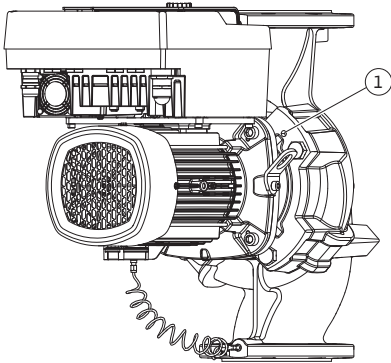
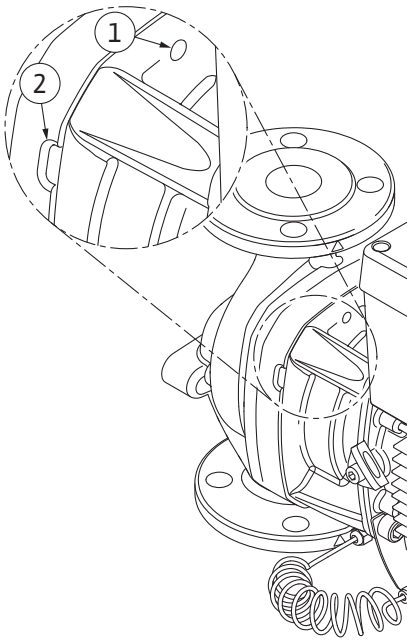

Fig. 103: Виштовхування вставного модуля через різьбові отвори
Fig. 104: Різьбові отвори та прорізи для виштовхування вставного модуля з корпусу насоса
12. Для типу насоса (Fig. III, IV) відкрутити гвинти поз. 29. Використовувати два сусідні різьбові отвори (Fig. 103, поз. 1) і відповідні гвинти, надані на місці встановлення (наприклад, M10x25 мм). Виштовхнути вставний модуль із корпусу насоса. Для типу насоса (Fig. I і Fig. II) використовувати два різьбові отвори M10 (див. Fig. 104) і відповідні гвинти, надані на місці встановлення (наприклад, M10x20 мм). Для виштовхування також можна використовувати прорізи (Fig. 104, поз. 2). Для цього вставити туди, наприклад, дві викрутки й використати їх як важіль. Пройшовши 15 мм, модуль виходить за межі корпусу насоса.